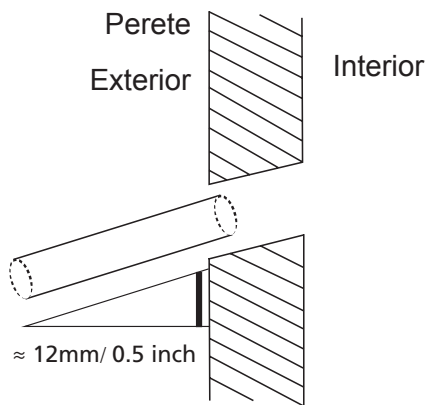

Fig. 6.5
- Strapungeti peretele folosind un burghiu de 65mm (2.5in) sau 90mm (3.54in). Asigurați-vă ca strapungerea este făcută cu înclinare inferioară, pentru ca punctul de ieșire să fie mai jos decât punctul de intrare cu 12mm. Aceasta înclinare v-a asigura o scurgere mai eficientă a apei (vezi fig. 6.5). Introduceți tubul de protecție în interiorul strapungerii. Acesta va proteja marginile și va ajuta la sigilarea strapungerii atunci când finalizați instalarea.